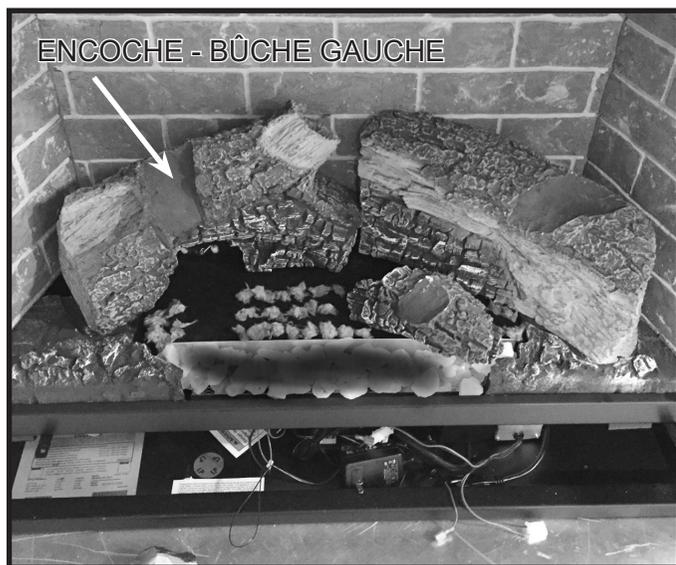

Figure 7. Emplacement de l'encoche de la bûche gauche
- Retirez de l'emballage la bûche supérieure gauche. Placez la bûche sur l'encoche de la bûche arrière gauche. L'extrémité droite de la bûche reposera sur le plateau des braises et le rocher Teco-Sil. Voir figures 7 et 8.